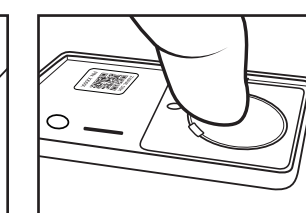

FIGURE 5
4. Lors de l'installation d'une nouvelle batterie, assurez-vous d'une polarité appropriée, le côté positif vers le haut. Insérez d'abord l'extrémité inférieure de manière à ce que la batterie soit sous les nervures latérales (voir la figure 5). Appuyez sur l'extrémité supérieure pour fixer la batterie en place.